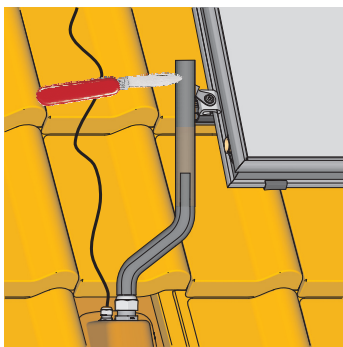

Bild 3-35 Arbeitsschritt 13
13. Beiliegende UV-beständige Wärmedämmschläuche auf benötigte Länge abschneiden (Bild 3-35).